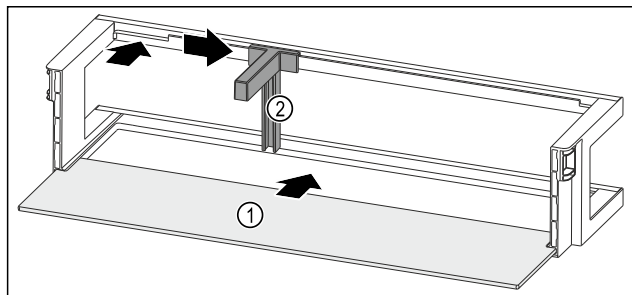

Fig. 94 Oviteline säilytyshyllyn kanssa
- ▶ Työnnä säilytyshylly *Fig. 94 (1)* sivuilla oleviin koloihin.
- ▶ Aseta pullonpidin *Fig. 94 (2)* koloon.
- ▶ Työnnä pullonpidin *Fig. 94 (2)* sivulle haluttuun asentoon.